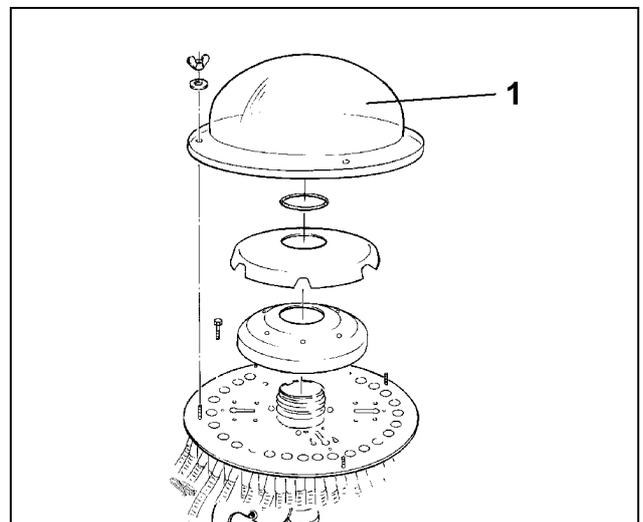

Fig. 105
- Enlevez le capot extérieur de la tête de distribution (Fig. 105/1).